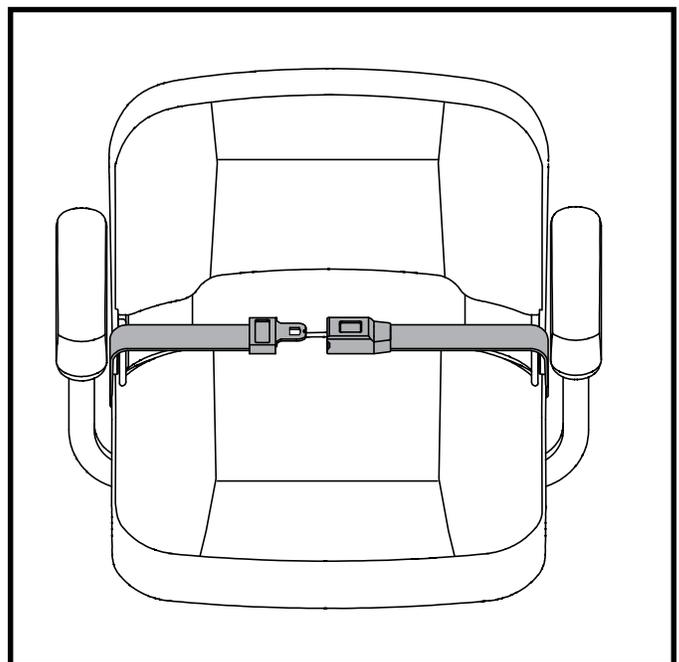

Figura 22. Cinture di sicurezza- Cintura di sicurezza con aggancio metallico o Cintura di sicurezza con gancio riutilizzabile e velcro
1. Inserire il gancio metallico del lato destro della cintura nella chiusura di plastica al lato opposto spingendo fino a sentire un “click”. **Vedere figura 22.**
1. Allineare le due parti della cintura ponendo la parte con il velcro direttamente sopra il lato di adesione (“gancio”) dell’altra parte. Premere per bloccare. **Vedere figura 22.**